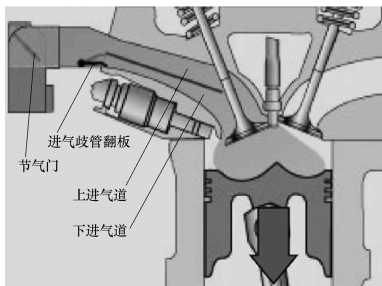

图 1-19 进气过程 (均质混合气模式)
(1) **进气过程** 在均质混合气模式, 节气门的开度是按加速踏板位置传感器的信号来控制的。进气歧管翻板是根据发动机的负载和转速来控制的, 可打开、关闭、部分关闭进气歧管的下进气道, 如图 1-19 所示。